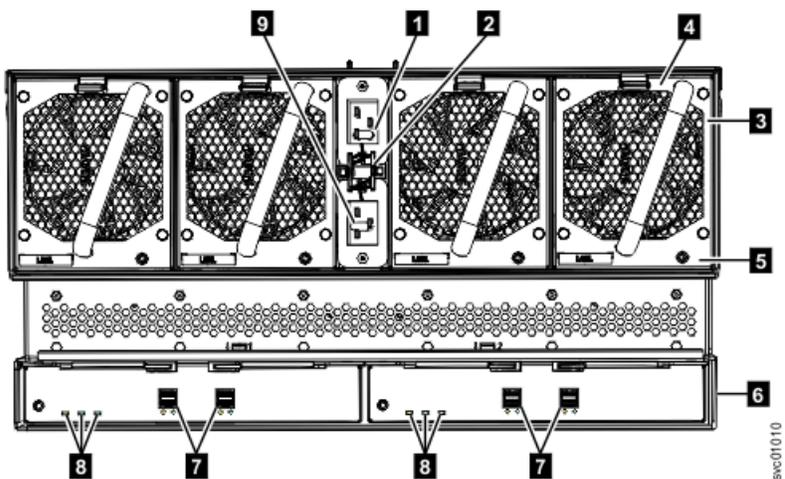
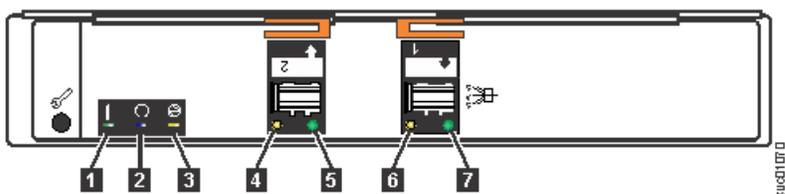

図 59. 拡張エンクロージャーの背面の LED
図 60. 拡張キャニスターの背面の LED
70 ページの表 19 では、各 LED によって示される機能と状況について説明しています。各 PSU の電源コードは、拡張エンクロージャの背面 (1) からアクセス可能です (72 ページの図 59 を参照)。
72 ページの図 59 は、Model 092 拡張エンクロージャの背面図を示しています。エンクロージャの背面にある LED は、各ファン・モジュール、各拡張キャニスター、および SAS リンクに関する情報を示します。
拡張エンクロージャーには 4 つのファンがあります。各ファンには 1 つの LED があります。例えば、72 ページの図 59 は、ファン番号 4 の LED のロケーション (5) を示しています。ファンが正常に動作する場合、LED は点灯しません。障害が検出されると、オレンジ色の LED が点灯します。
72 ページの図 59 も示しているように、拡張エンクロージャーには 2 つの拡張キャニスターがあります。各拡張キャニスターには、独自の LED セットがあります (72 ページの図 60 を参照)。これらの LED は、拡張キャニスター自体および SAS 接続に関する状況情報を示します。